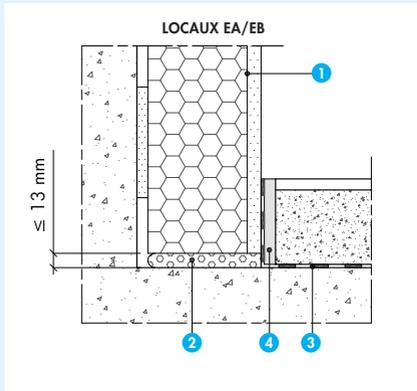

Fig. 2a - Doublage isolant sol brut - locaux EA/EB
■ Sur sol brut (locaux secs EA et EB) – (fig. 2a). Combler l'espace entre le doublage et le sol à l'aide d'un matériau isolant (mousse de polyuréthane faiblement expansive). Avant réalisation de la chape, disposer la bande de désolidarisation Knauf Périmousse sur toute la périphérie du local et protéger le doublage à l'aide d'un film polyéthylène sur une hauteur dépassant le sol fini de 2 cm minimum. Dans le cas où la mise en œuvre du film polyéthylène sous la chape n'est pas obligatoire (chape hydraulique sur isolant plastique alvéolaire à bords feuillurés